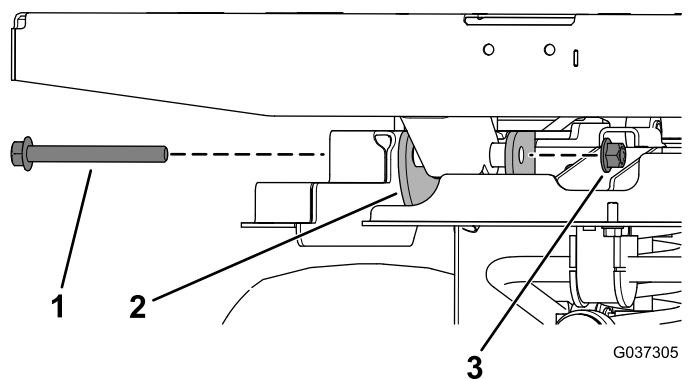

Figure 6
- Insérez les 2 vis à embase ($\frac{1}{2}$ " x $4\frac{1}{2}$ ") dans le support de pivot et fixez-les avec les 2 contre-écrous ($\frac{1}{2}$ "), comme montré à la Figure 6.